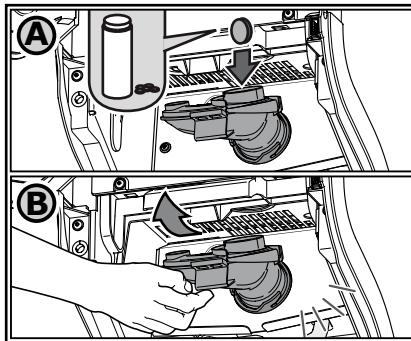

Рис. 41
- a. Вложите в смешивающий лоток чистящую таблетку (Рис. 41А).
- b. Отожмите смесительный блок ручкой смесительной вставки вверх, чтобы послышался характерный щелчок (рис. 41В).